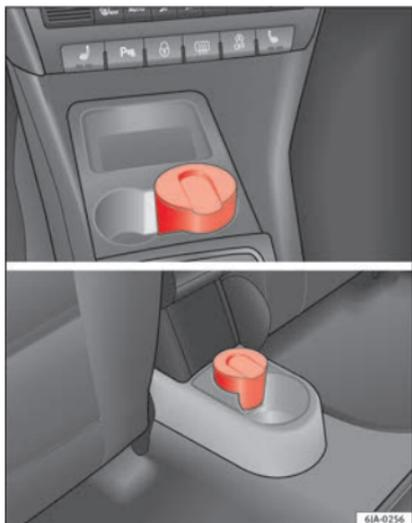

Fig. 155 Consolle centrale: posacenere anteriore/posacenere posteriore.
- Per estrarre il posacenere » fig. 155 occorre tirarlo verso l'alto.